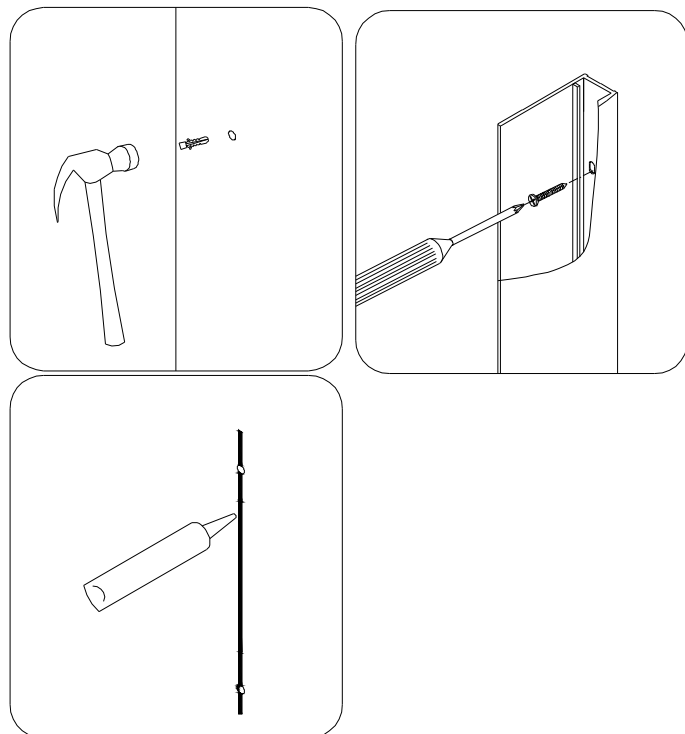

Рис. 20
Прикрепите **Наружный профиль (05)** к стене **Шурупами с полукруглой головкой ST4.2×30 (16)**. Рис. 20